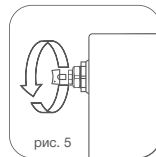

рис. 5
- 8.4. Для удаления воздуха из радиатора в верхней коллектор обязательно установка крана Маевского\* или автоматического воздухоотводчика. Для удаления воздуха через кран Маевского необходимо периодически (несколько раз в год) вручную стравливать его с помощью специального ключа\* (рис. 5)